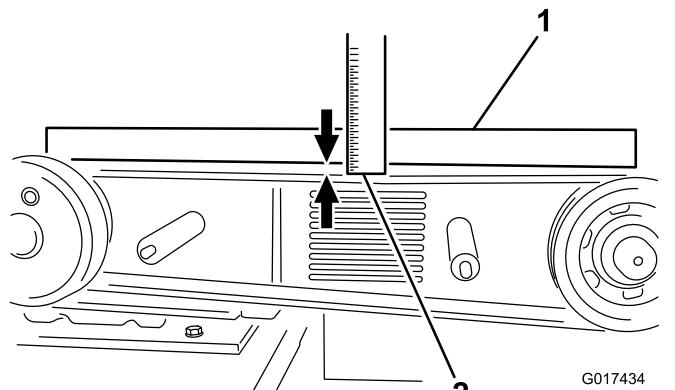

Figura 28
8. Coloque una regla sobre las poleas del embrague y del volante. Apriete el perno tensor de la correa hasta que la correa se desvíe 10 cm (0.40") al aplicar una fuerza de 6.8 kg (15 libras) en el centro de la correa (al tensar una correa usada) o de 8 kg (18 libras) al instalar una correa nueva (Figura 28).